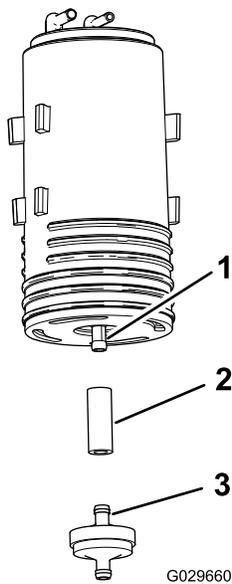

Bild 47
- Entfernen Sie den Aktivkohlefilter und den kurzen Abschnitt des Schlauchs vom unteren Anschlussstück des alten Aktivkohlefilters (Bild 47).
- Befestigen Sie den Schlauch am unteren Anschlussstück des neuen Aktivkohlefilters (Bild 47).
- Setzen Sie das Anschlussstück des neuen Aktivkohlefilters in den Schlauch ein (Bild 47).